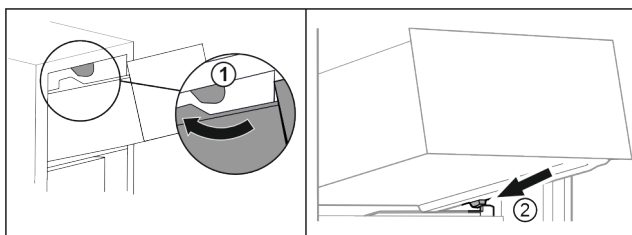

Fig. 21
- ▶ Guider le tiroir en contournant les butées supérieures Fig. 21 (1).
- ▶ Placer le tiroir, en l'inclinant, derrière les butées arrière sur la nervure de récipient Fig. 21 (2).